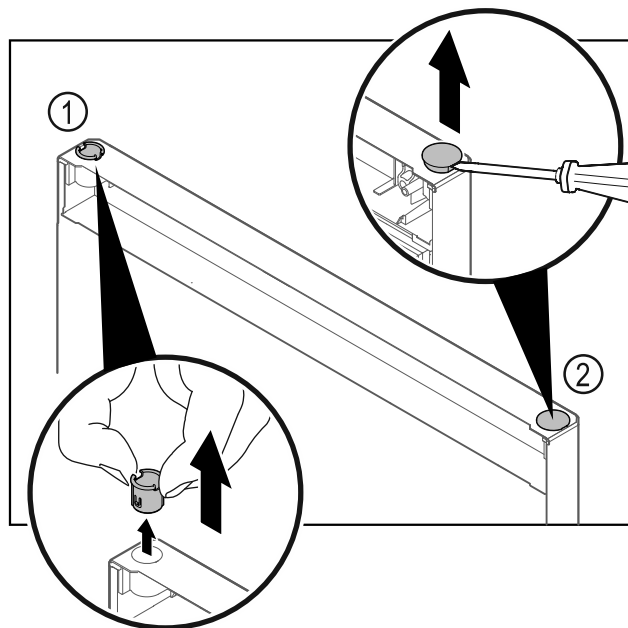

Fig. 38 Deur vriesgedeelte
- Scharnierbus Fig. 38 (1) met de vingers eruit trekken.
- Afdekstop Fig. 38 (2) voorzichtig met een sleufschroevendraaier optillen en eruit trekken.